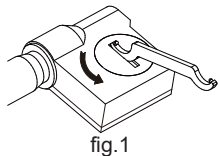

fig.1
---Gire la tapa de la batería hacia la izquierda con la llave (fig. 1) y retírela.